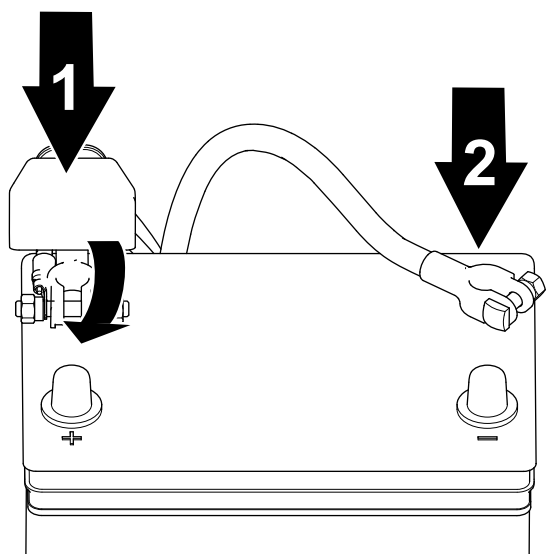

Figura 35
1. Conecte o cabo positivo à bateria e aperte a porca da braçadeira da bateria (Figura 35).
2. Conecte o cabo negativo à bateria e aperte a porca da braçadeira da bateria (Figura 35).